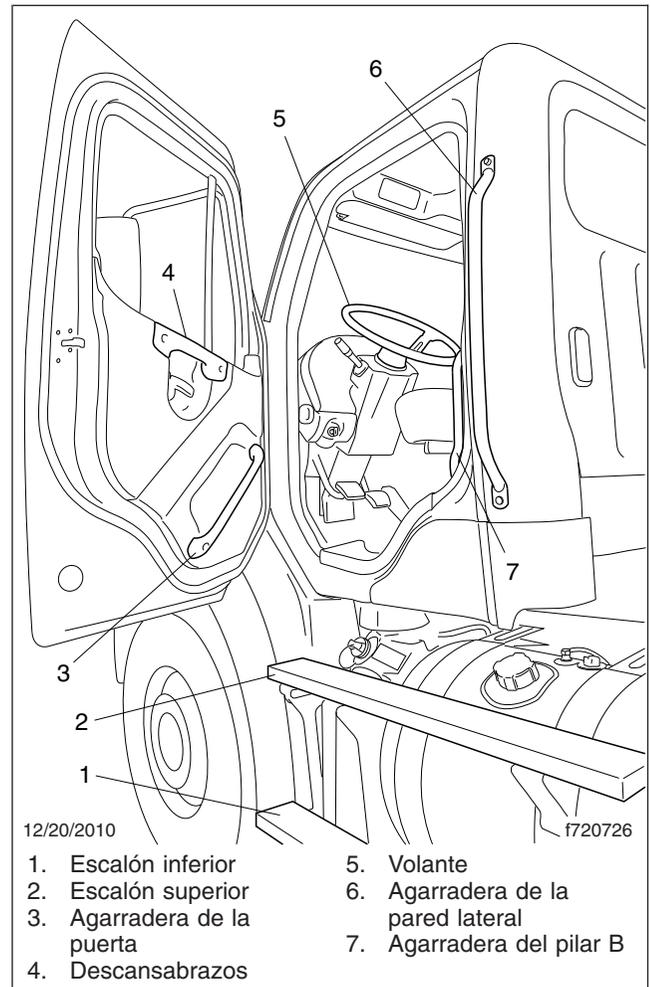

Figura 2.4, Sistema de acceso a la cabina del lado del conductor
2. Sujete la agarradera del pilar B con la mano derecha. Vea la **Figura 2.4**.
el umbral, de frente al interior de la cabina. Vea la **Figura 2.4**.